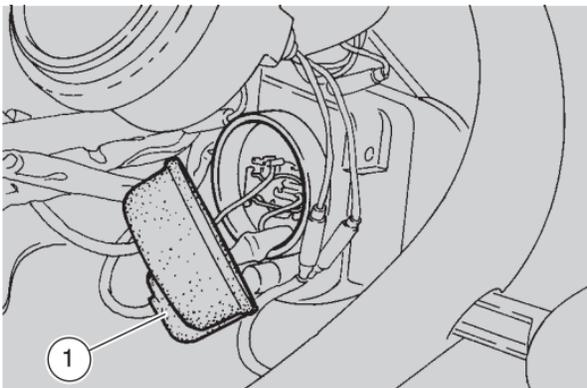

Fig. 55
- togliere il cappuccio in gomma (1-Fig. 55);